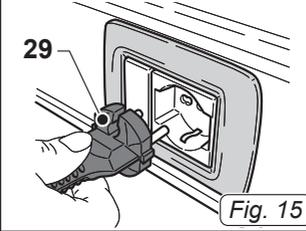

Fig. 15
- Den Stecker (29 Abb.15) in die Steckdose stecken.